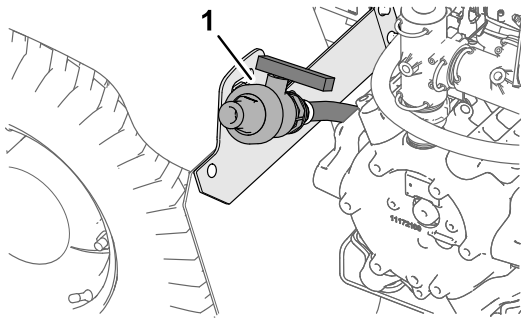

Figure 37
2. Trouvez l'emplacement du robinet de vidange de la cuve sur l'aile arrière gauche de la machine (Figure 37).